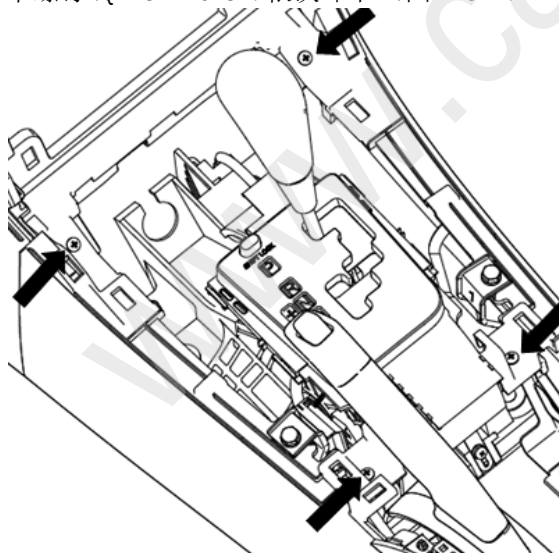

图 2.5.2 副仪表板本体总成拆卸 (二)
(4)用十字螺丝刀将固定副仪表本体的四个螺钉(Q2734216F31)依次卸下。(图 2.5.2)